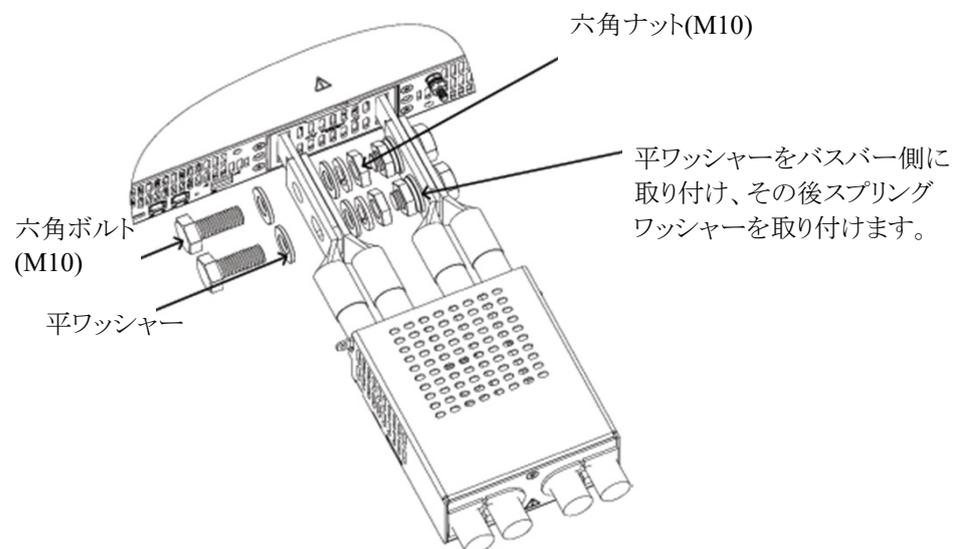

図4-30 負荷線の接続方法
3. 図4-30に示すように負荷線をバスバーに固定し、出力端子カバーを組み立てます。